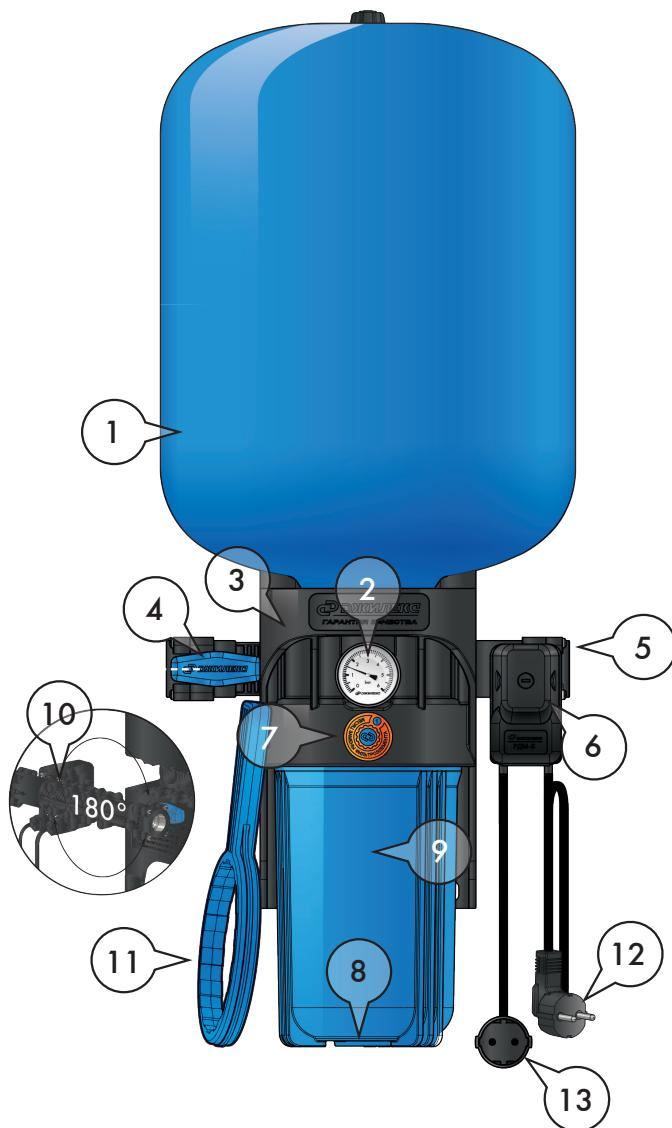

Рисунок 3
КРАБ-Т (рисунок 3) содержит стационарно закрепляемый на опорной поверхности (стене) корпус (3), являющийся базой; к нему присоединяются:
- гидроаккумулятор (1); гидроаккумулятор имеет наружную резьбу на фланце и навинчивается сверху на корпус, содержащий ответное резьбовое отверстие, уплотняется торцевым или радиальным эластичным уплотнителем;
- пластмассовая колба (9) для картриджа с сливной пробкой (8). Колба картриджного фильтра имеет наружную резьбу и навинчивается снизу на корпус, содержащий ответное резьбовое отверстие, уплотняется торцевым или радиальным эластичным уплотнителем; в нижней части колбы расположена сливная пробка, уплотняемая эластичным уплотнителем; для монтажа/демонтажа колбы к комплекту прилагается ключ (11);
- манометр (2);
- устройство индикации месяца замены фильтрующего картриджа (7);
- съемный коллектор (10), который содержит встроенный шаровой кран (4) с резьбовым патрубком на выходе, обратный клапан с резьбовым патрубком на входе (5), присоединительный штуцер для реле давления; коллектор содержит 3 цилиндрических патрубка и вставляется в ответные отверстия корпуса с возможностью обеспечить подачу воды слева направо или справа налево; уплотняется эластичным уплотнителем, фиксируется на корпусе винтами;
- реле давления РДМ – 5 (6).